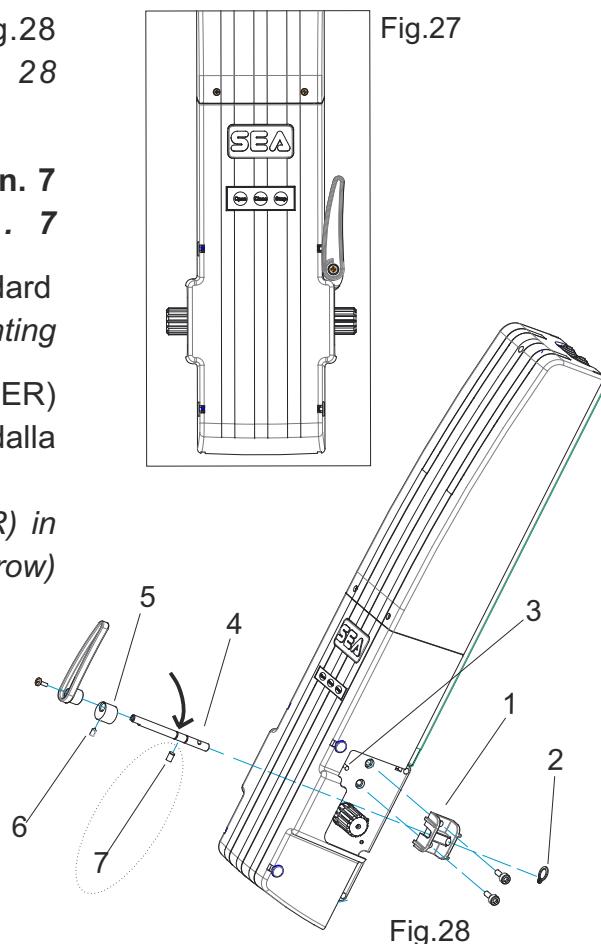

Fig.28
1) Smontare il gruppo sblocco come mostrato in Fig.28
*Disassemble the release unit as shown in Fig. 28*